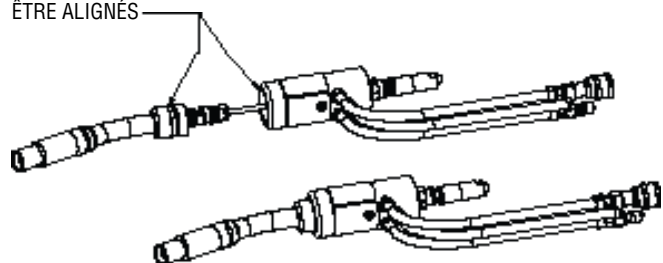

Figure 4: Installation du Tube Conducteur
13. Enfoncer le tube conducteur en place jusqu'à ce que la vis d'arrêt en acier inoxydable puisse enfoncer le bouchon arrière du tube conducteur dans sa position verrouillée de fonctionnement. Le tube conducteur comporte une rainure de positionnement usinée sur son pourtour arrière. Cette rainure est au ras du boîtier avant lorsque la mise en place est correcte comme illustrée sur la Figure 4.